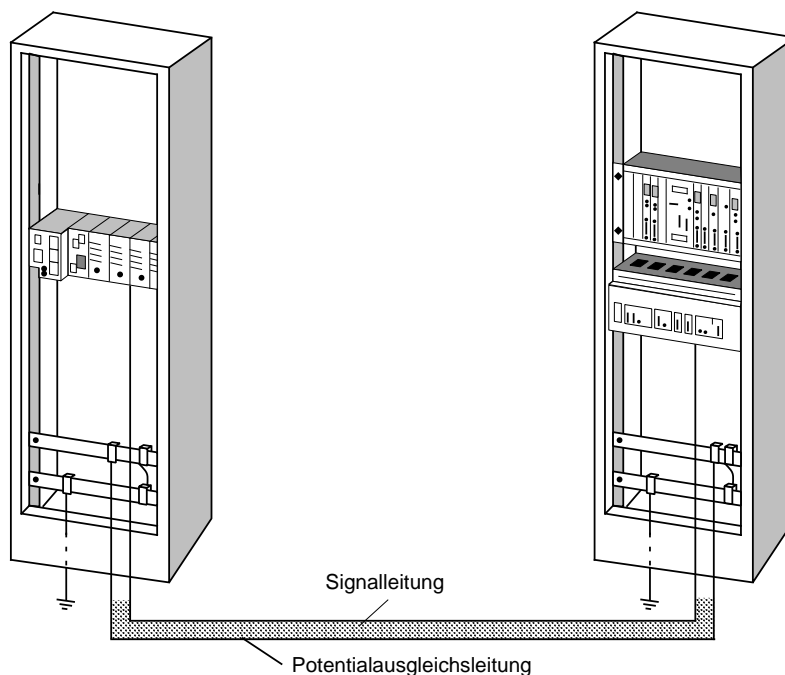

Bild 3.31 Verlegen von Potentialausgleichsleitung und Signalleitung
- Der Potentialausgleichsleiter sollte so verlegt sein, daß möglichst kleine Flächen zwischen Potentialausgleichsleiter und Signalleitungen eingeschlossen werden (Bild 3.31).